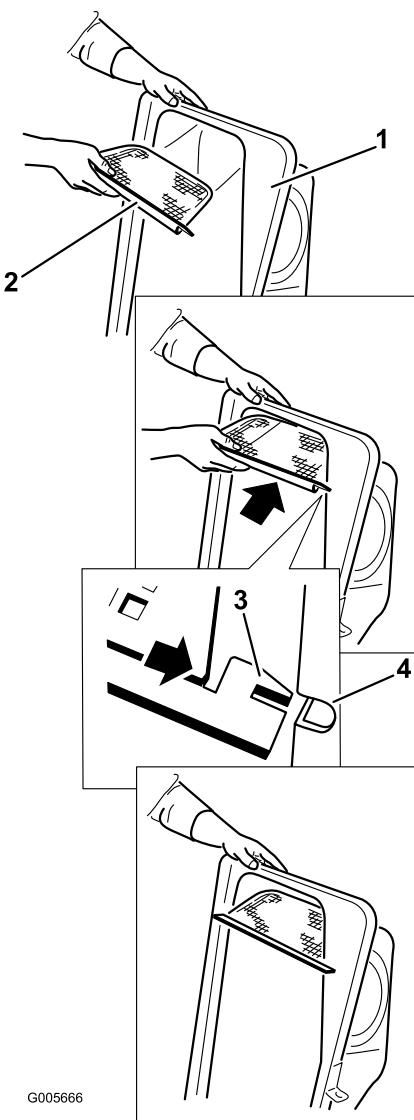

Figura 12
- Postavite mrežicu kako je prikazano na Figura 12 da ima nagib naniže prema vrećama za sakupljanje trave.